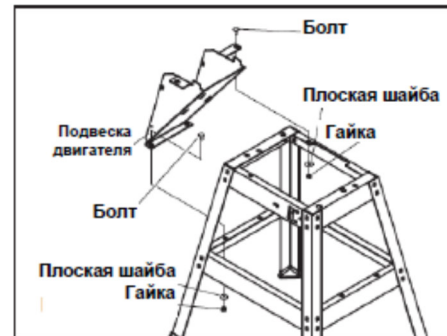

Рис. 4 Сборка опоры двигателя
2. Прикрепите опору двигателя к станду, как показано на Рис. 4, с помощью оставшихся крепежных элементов.